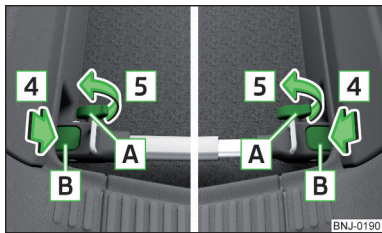

Abb. 119
- › Die Halterungen **B** in Richtung der Pfeile **4** bis zum hörbaren Einrasten eindrücken » Abb. 119.